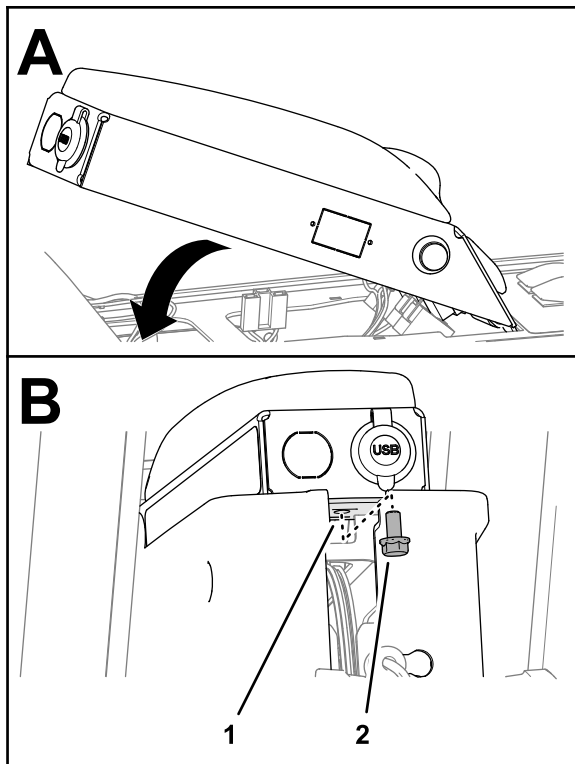

Bild 109
1. Richten Sie die Laschen an der Vorderseite der Armauflage auf die Schlitzte im Konsolenrahmen aus und klappen Sie die Armauflage herunter (Bild 109).
2. Befestigen Sie die Armauflage mit der Bundkopfschraube (5/16" x 5/8") am Konsolenrahmen (Bild 109).